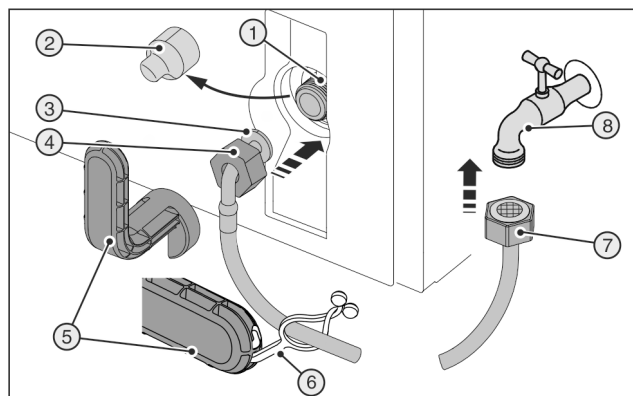
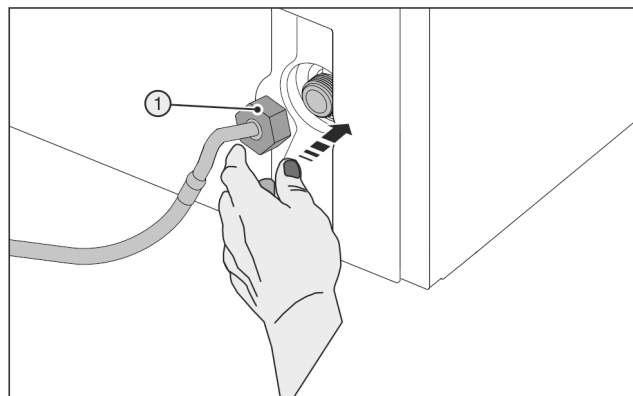

Fig. 45
Fig. 46
Zlomený pomocný nástroj Fig. 45 (5)!
- ▶ Používejte pomocné nástroje Fig. 45 (5) výhradně při pokojové teplotě.
- ▶ Stáhněte kryt Fig. 45 (2).
- ▶ Uspodňená montáž: Rovný konec hadice Fig. 45 (7) položte doleva na podlahu.
- ▶ Matici Fig. 45 (4) posuňte přes zahnutý konec hadice Fig. 45 (3) až na konec a držte.
- ▶ Nasadte opatrně matici Fig. 46 (1) a dvěma prsty ji rovně našroubujte na závit, až je dosaženo bezpečné usazení.
- ▶ Matici Fig. 46 (1) utahujte pomocným nástrojem Fig. 45 (5) ve směru hodinových ručiček, až je dosažen maximální utahovací moment a pomocný nástroj Fig. 45 (5) se přetáčí.
- ▶ Našroubujte matici Fig. 45 (7) na uzavírací kohout Fig. 45 (8).
- ▶ Matici Fig. 45 (7) utahujte pomocným nástrojem Fig. 45 (5) ve směru hodinových ručiček, až je dosažen maximální utahovací moment a pomocný nástroj Fig. 45 (5) se přetáčí.
- ▶ Otevřete uzavírací kohout Fig. 45 (8) na přívodu vody a prověřte těsnost celého vodního systému.
- ▶ Zahákněte styčnick Fig. 45 (6) do pomocného nástroje Fig. 45 (5) a upevněte k uschování na nerezové hadici.